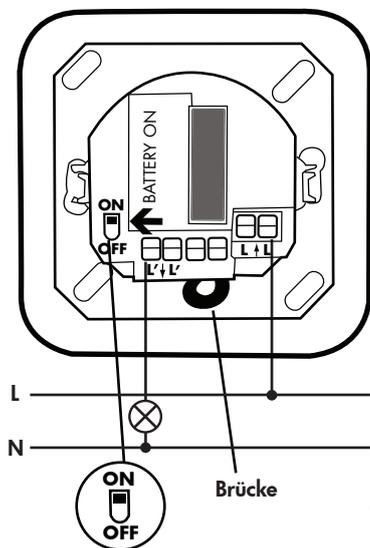

Bild 4
- Melder vorschriftsmäßig entsprechend Bild 4 anschließen.